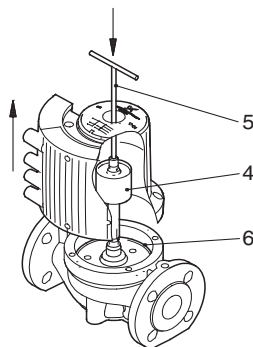

Рис. 2 Изменение расположения блока управления
2. Приподнимите корпус статора (3). Придерживайте ротор (4) с помощью соответствующих инструментов, например Т-образного ключа (M8) (5), смотрите рис. 2.
3. Проверьте целостность уплотнительного кольца (6) круглого сечения. Кольцо с дефектами должно быть заменено.
4. Поверните корпус статора с блоком управления (3) в нужное положение.